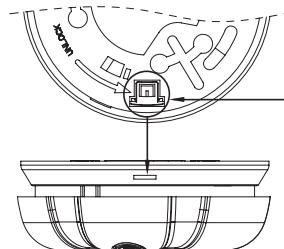

Fig. 5
- På monteringsbeslaget findes 2 låse. Tryk forsigtigt én af disse ud til senere brug. se fig. 5
- Isæt den lille lås på siden af monteringsbeslag. se fig. 5.